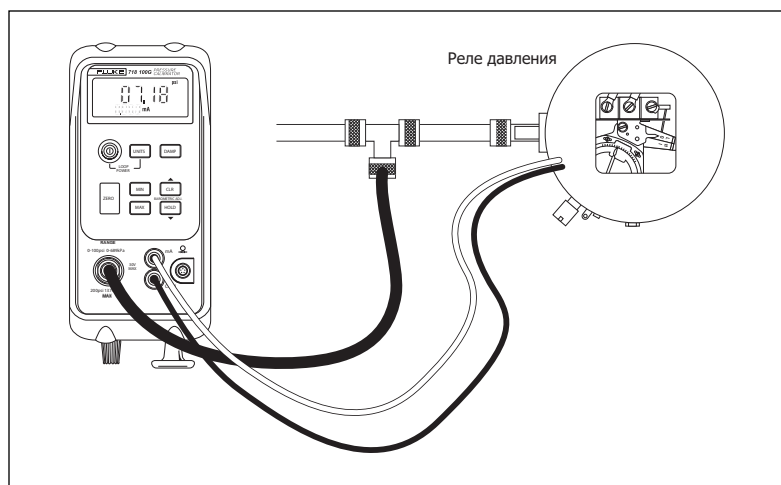

Рисунок 1. Калибровка реле давления. Проверьте уставку и мертвую зону реле давления с помощью калибраторов давления 717 и 718.
К счастью, развитие технологии в значительной степени упростило калибровку реле давления. Базовые калибраторы давления, такие как новая модель Fluke 718, включают независимую функцию испытания реле давления, как показано на рис. 1, которая позволяет подавать давление на реле и одновременно замерять сигнал в мА-контуре или на контактах реле.
2. Установить 718 и подключить согласно рис. 1.